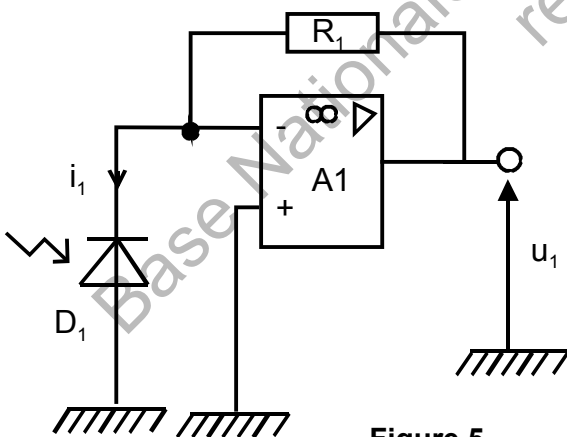

Figure 5
2.1 - Étude du capteur d'éclairage réalisé à partir de récepteurs infrarouges (figures 5 et 6).